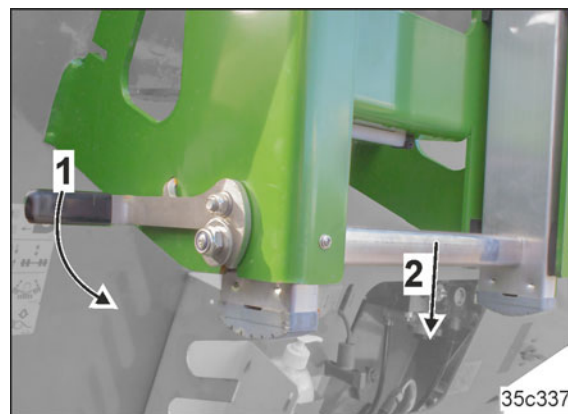

Fig. 250
1. Acționați maneta (Fig. 250/1) și deblocați scara.
2. Trageți scara în jos (Fig. 250/2).